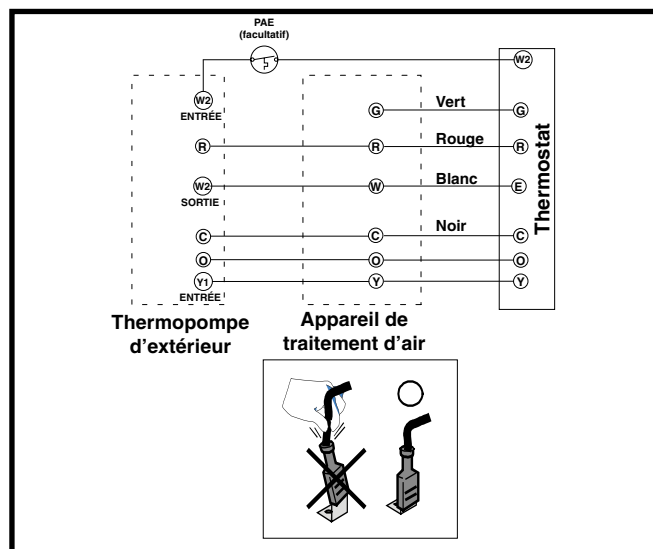

Figure 3. Raccordements de thermostat typiques
- Pour les applications qui utilisent un thermostat extérieur dans ces appareils, l'installateur doit câbler le thermostat conformément à l'application visée. Consultez la Figure 3 au besoin pour les configurations typiques et le schéma de câblage.